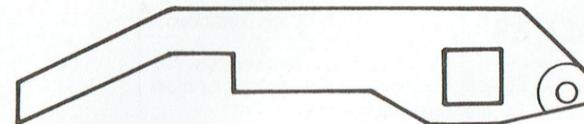

Fig. 9
**Réglage du volant (fig. 9).**
Le guide-bande, la tête de reproduction et le galet presseur étant toujours alignés, l'axe d'entraînement constitue le seul composant qui permette d'ajuster le défilement du ruban. Cet axe d'entraînement doit être perpendiculaire au sens de défilement de la bande. A cet effet, il faut utiliser le gabarit d'ajustage Z 00 030 (voir fig. 9).